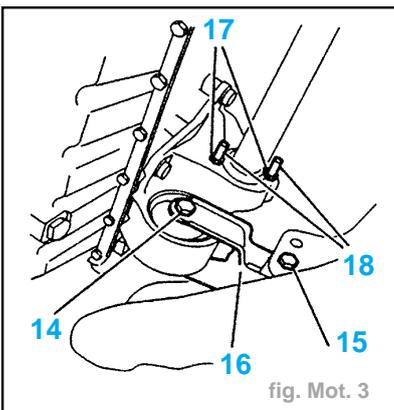

fig. Mot. 3
- Desserrer les vis (14) et (15) (fig. Mot. 3).
- les canalisations de carburant (1)
- l'électrovanne de purge canister (2)
- le faisceau moteur (3) du boîtier calculateur d'injection allumage et de relais double,
- le raccord basse pression de la pompe de direction assistée (4) après l'avoir pincé à l'aide de l'outil (5) (pince à durits).
- Déposer la biellette anticouple (16).
- Desserrer les écrous (17).
- Tourner d'un demi-tour les vis (18) pour dégager leur tête du logement du roulement.